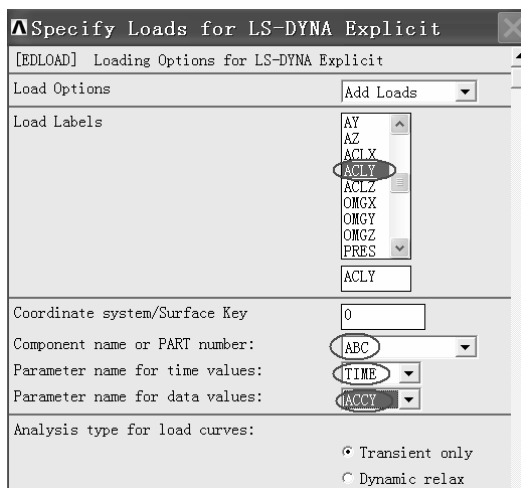

图 6-30 “Specify Loads for LS-DYNA Explicit” 窗口
(1) 依次选择 Main Menu>Preprocessor>LS-DYNA Options>Loading Options>Specify Loads, 弹出 “Specify Loads for LS-DYNA Explicit” 窗口 (见图 6-30)。